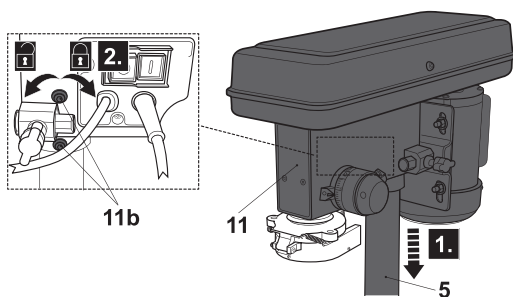

Fig. 3
- > Coloque o cabeçal da ferramenta (11) na coluna (5).
- > Alinhe o cabeçal da ferramenta (11) com a mesa do berbequim (7) e a base (6).
- > Aperte os parafusos de bloqueio (11b) com uma chave sextavada de 4 mm (17) (Fig. 3). Não os aperte excessivamente.